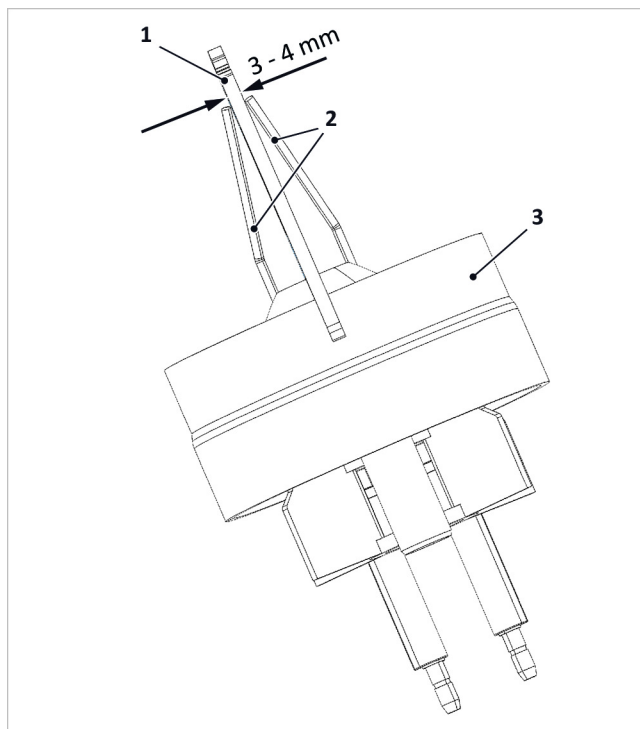

Abb. 58: Abstand Zündelectroden prüfen
5. Abstände der Elektroden wie in → Abb. 58 gezeigt kontrollieren und ggf. durch vorsichtiges Biegen korrigieren.